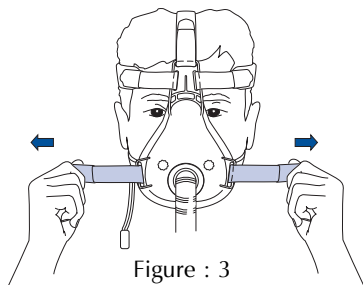
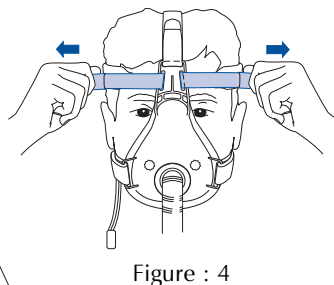

Figure : 3
Figure : 4
- 4 Serrez les bandes Velcro latérales inférieures (Fig. 3), puis celles du haut (Fig. 4), afin que la position du masque soit stable et confortable.